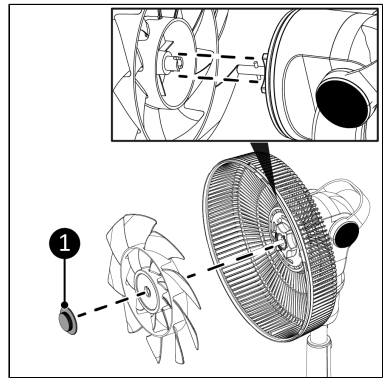

Figure 56.
10. Placez l'écrou central (Figure 56, pos. 1) et tournez-le dans le sens contraire des aiguilles d'une montre pour fixer les pales du ventilateur.